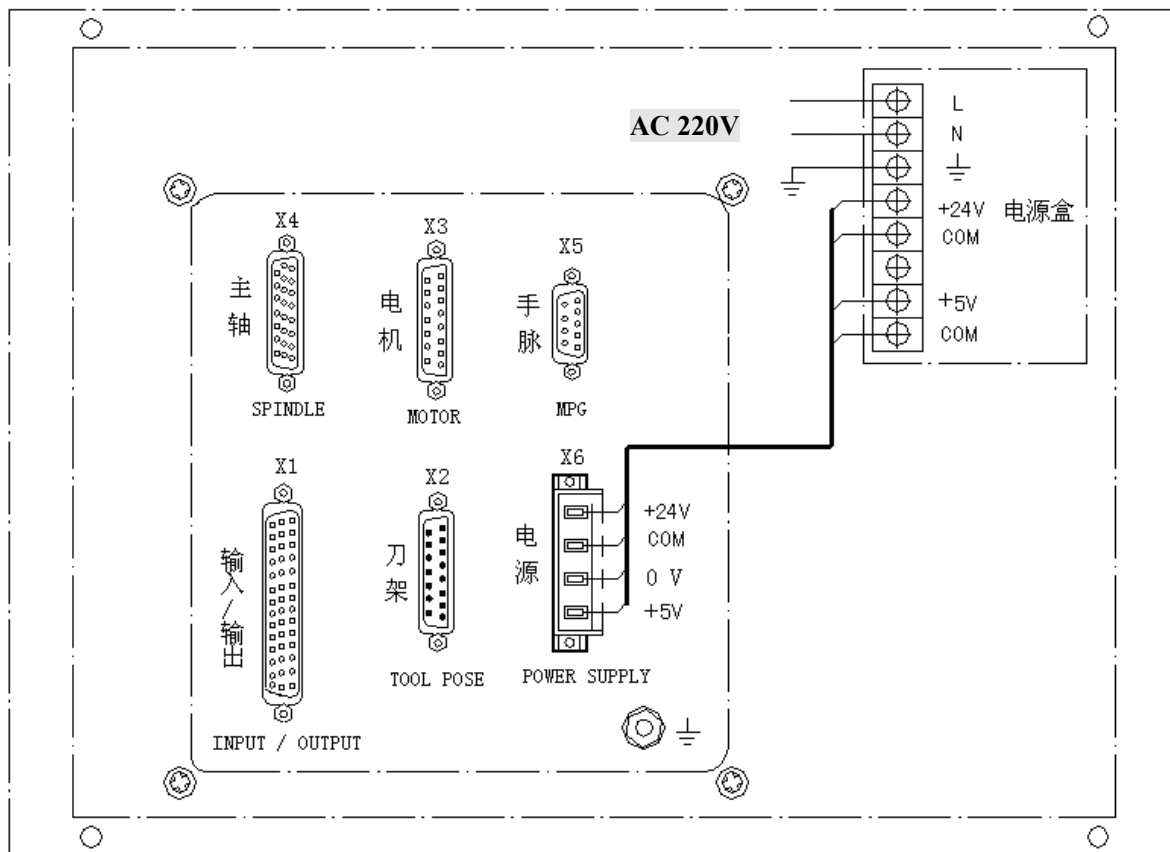

图 1-1 后盖接口布局
- 电源盒: 采用 GSK-PB 或 GSK-PC2 电源 (注意这两种电源盒接线端子有区别), 上图 1-1 中采用的是 GSK-PB 电源, 提供 GND、+5V、+24V 电源